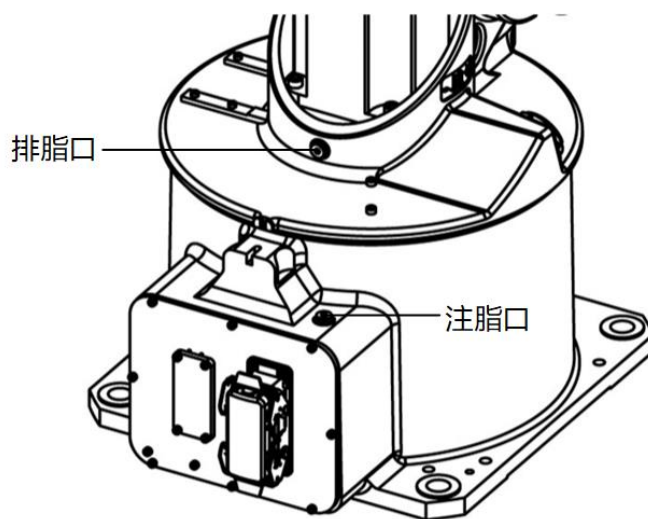

图 12-8 更换 J1 轴减速器润滑脂
- 步骤4. 卸下排脂口 M10x1 堵头，如图 12-8 所示。